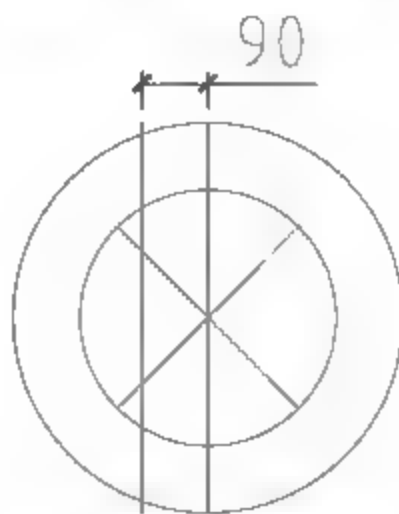

图8-190 偏移线段
- 07 调用O【偏移】命令，设置偏移距离为90，向左偏移线段，结果如图8-190所示。